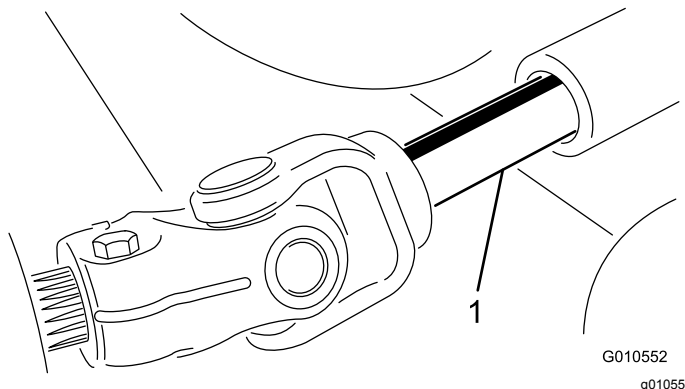

Figura 20
4. Rode a unidade de corte afastando-a da unidade de tração, separando as secções macho e fêmea do veio da tomada de força (Figura 20).